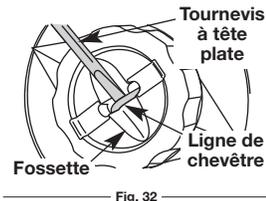

Fig. 32
- Insérez l'extrémité d'un tournevis plat dans l'encoche à fil, juste en dessous de la partie exposée du fil (Fig. 32).